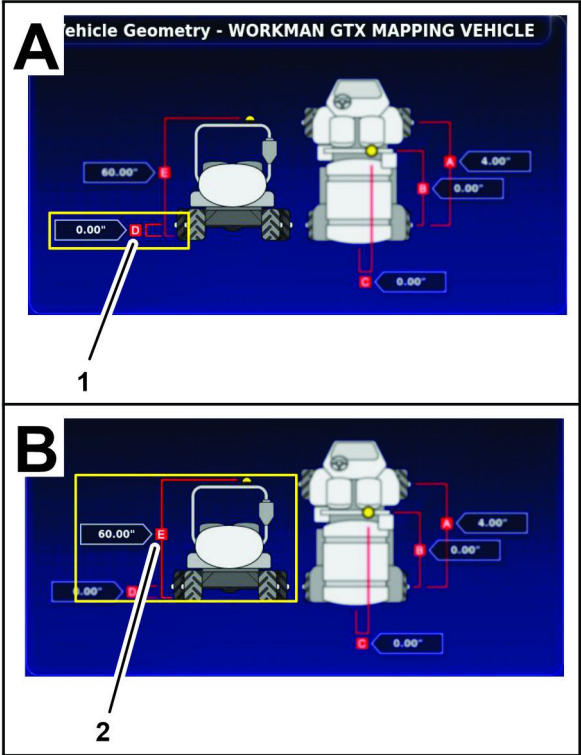

Figura 183
- Meça a distância entre a linha de centro do eixo traseiro e o solo (Figura 183) e anote a medida no formulário de geometria.
- Medida entre a linha de centro do eixo traseiro e o solo (D)
- Medida entre o receptor de satélite e o solo (E)
- Meça a distância entre a parte superior do receptor de satélite e o solo (Figura 183) e anote a medida no formulário de geometria.